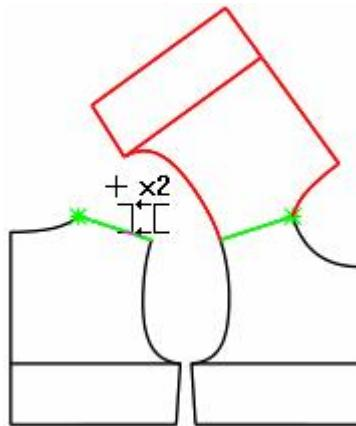

图 2
1. 如下图 2, 用该工具让光标靠近领宽点单击后幅肩斜线;